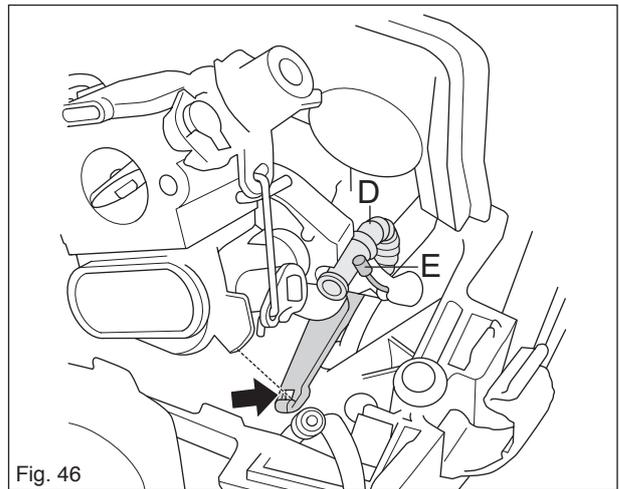

Fig. 46
Enganche el cable del acelerador (E) en su fijación en el fuelle de admisión (fig. 46).
Enganche y fije el cable del acelerador E (fig. 46).